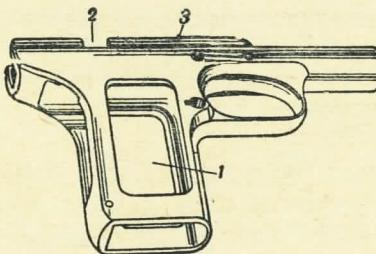

Рис. 55. Рамка;
**96. Рамка** (рис. 55) составляет одно целое с рукояткой пистолета и спусковой скобой. Она служит для соединения частей пистолета. Рамка имеет: на передней части — **жолоб**, в котором помещается возвратная пружина и двигается нижняя трубка кожуха затвора, **пазы** для помещения